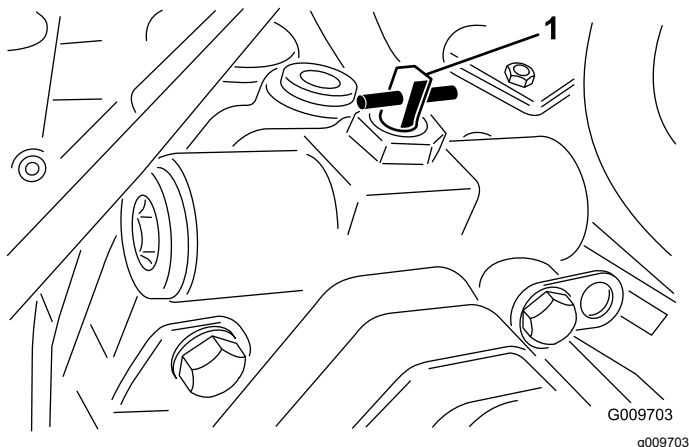

Figura 56
7. Abra la válvula de desvío de remolcado de la bomba de tracción girándola 90° (¼ de vuelta) en cualquier sentido (Figura 56).
2. Abra la válvula de desvío de remolcado de la bomba de tracción girándola 90° (¼ de vuelta) en cualquier sentido (Figura 56).